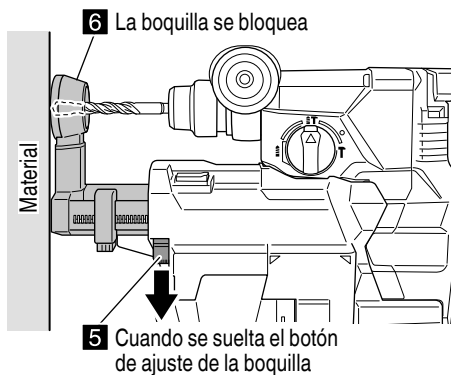

Fig. 7
- (4) Suelte el botón de ajuste de la boquilla para bloquear la posición de la boquilla. (Fig. 7)